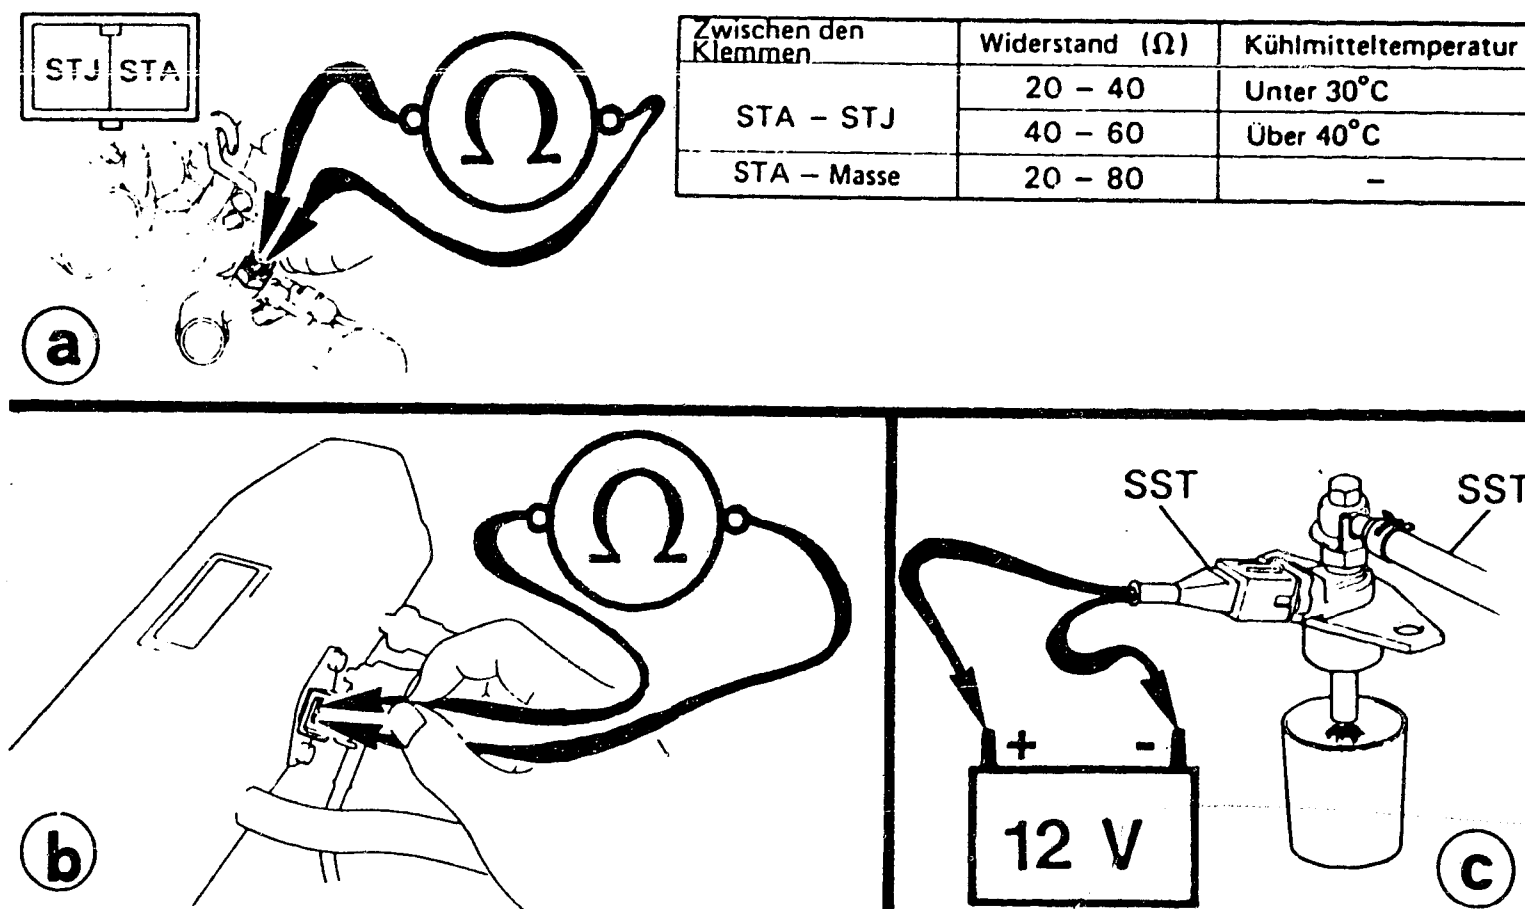

Bild 44 Kontrollen am Kaltstartventil: a) Ausmessen des Innenwiderstandes am Kaltstartventil. - c) Prüfen des Austrittsstrahls.
d) Das **Kaltstart-Einspritzventil** ist am Ansaugsammelrohr befestigt. Der für die Schaltung zuständige **Thermoschalter** ist vorne rechts am Kühlmittelstutzen angebracht. Er wird mit einem Ohmmeter geprüft (Bild 44).